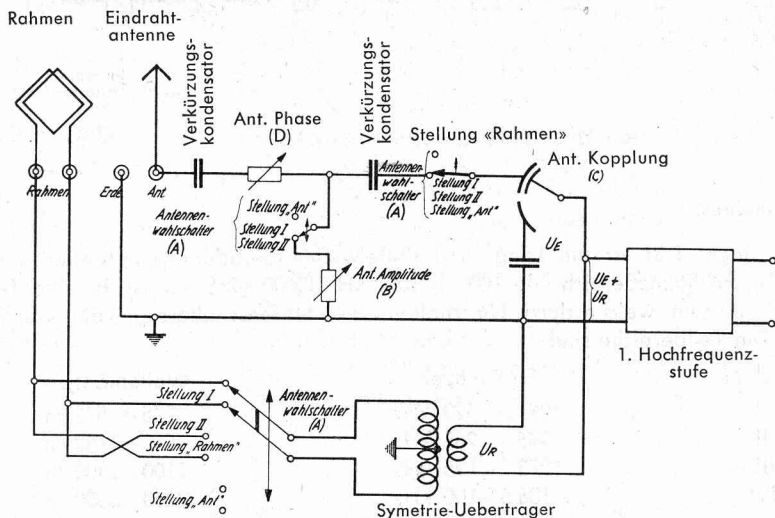

Bild 33. Antennen-Eingangsschaltung des Empfängers E 31 (schematisch).
b) **Antennen-Eingang** (siehe Bild 33).
Die Antennen-Eingangs-Schaltung ist aus Bild 33 ersichtlich. Es sind zwei unabhängige Antenneneingänge vorhanden, einer für Empfang mit Rahmen (Buchsen «Rahmen») und einer für Empfang mit Eindraht-Antennen (Buchse «Ant.»). Durch Umschalten an einem Antennenwahlschalter kann entweder mit Rahmenantenne oder mit Eindrahtantenne, oder mit beiden zugleich (kombinierte Antenne) empfangen werden.
## 130 2. Wirkungsweise (siehe Bild 33).
**In Stellung «Ant.»** des Antennenwahlschalters kann nur mit der Eindrahtantenne empfangen werden. Die Rahmenantenne ist abgeschaltet. Der Dämpfungswiderstand B ist abgeschaltet, sodaß die Stellung des Drehgriffs B («Ant. Amplitude») beliebig und ohne Einfluß ist. Damit die gesamte Spannung von der Antenne übertragen wird, soll sich der Widerstand «Ant. Phase» (D) in Nullstellung befinden. Mit dem Drehkondensator «Ant.-Kopplung» (C) kann die Hochfrequenzspannung und somit die Lautstärke im Kopfhörer reguliert werden. Die Antennenkopplung soll stets möglichst klein gehalten werden (größte Trennschärfe).
**In Stellung «Rahmen»** des Antennenschalters kann nur mit Rahmenantenne empfangen werden. Die Eindraht-Antenne ist abgeschaltet. Die Stellung der Bedienungsknöpfe «Ant. Kopplung» (C), «Ant. Amplitude» (B) und «Ant. Phase» (D) ist beliebig und ohne Einfluß.
**In Stellung «Rahmen und Ant.»** I oder II des Antennenwahlschalters gelangt die von Rahmen- und Eindrahtantenne aufgenommene Hochfrequenzspannung gleichzeitig auf die 1. Hochfrequenzstufe. (Empfang mit kombinierter Antenne.) Die Rahmenantennen-Spannung UR und die Eindraht-Antennenspannung UE können sich nun addieren oder subtrahieren (verstärken oder abschwächen), je nach der Phasenlage der beiden Spannungen. In Stellung II wird die Rahmenantennenspannung gegenüber Stellung I lediglich umgepolt (Bild 33).